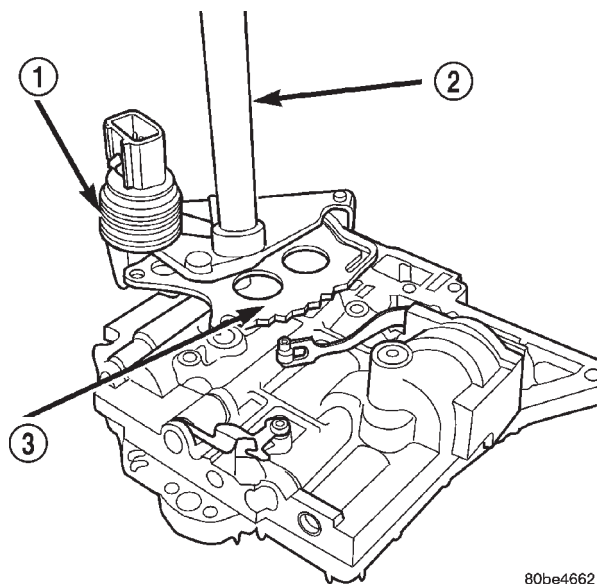

Fig. 321 Eje manual y peine de barra de acoplamiento, y sensor de posición de la transmisión
(3) Retire el eje manual y el peine de barra de acoplamiento, y el sensor de posición de la transmisión (Fig. 321).